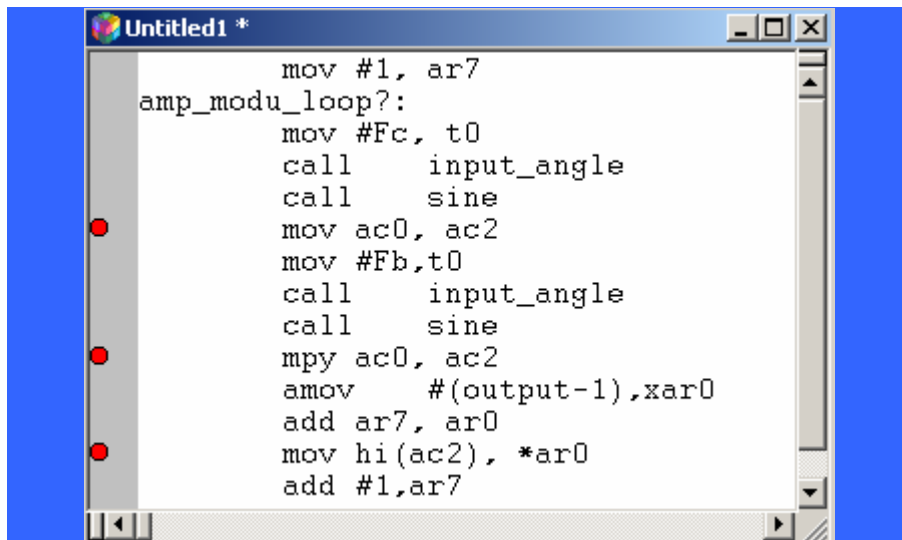

图 31 主程序断点设置
(1) 第一阶段的验证分为三个步骤。首先查看计算出的第一个载波采样点 $\sin(\pi/8)$ 是否正确，再查看计算调幅信号的第一个采样点 $\sin(\pi/160)$ 是否正确结果，最后查看二者的乘积是否正确。为此在主程序的三个位置设置断点（断点设置参见 2.7.1），如图 31 所示。